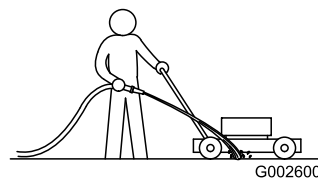

Figura 53
1. Con el motor en marcha sobre una superficie plana pavimentada, dirija un chorro de agua hacia delante de la rueda trasera **derecha** (Figura 53).